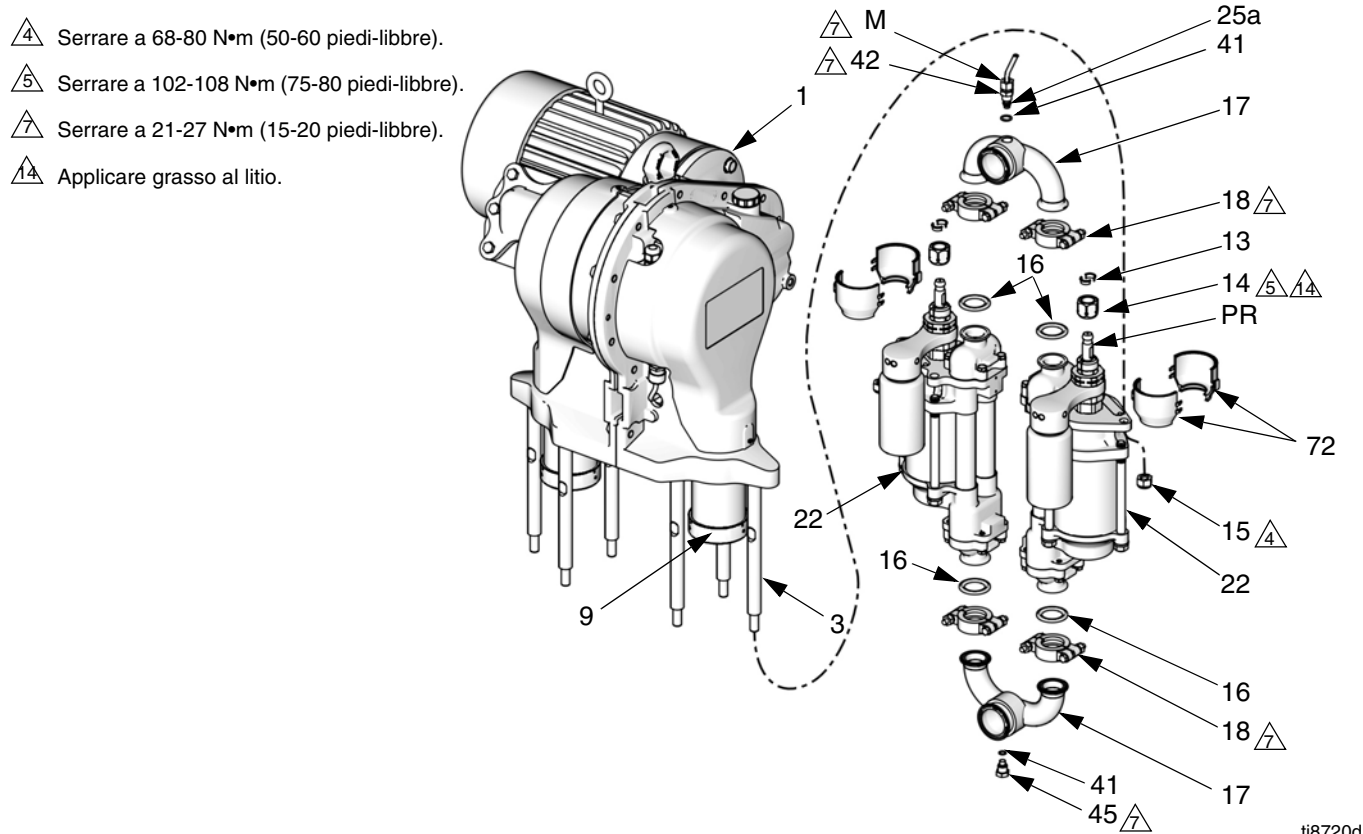

FIG. 5: Sezione del fluido
2. Far girare a impulsi il motore per regolare la pompa sul lato riparato al fondo della sua corsa. Questo permette l'accesso al dado di accoppiamento (14).
4. Rimuovere la protezione a 2 pezzi (72, vedere FIG. 5) inserendo un cacciavite direttamente nel foro e utilizzandolo come leva per rilasciare l'aletta. Ripetere per tutte le alette. **Non** utilizzare il cacciavite per fare leva sulle protezioni per aprirle.
10. Vedere FIG. 5. *In pompe con un circuito del sensore*: nel collettore di uscita (17) della pompa, allentare il dado (M) del canale sensore (44) e svitare l'adattatore (42) dal collettore. Rimuovere il trasduttore (25a) dalla porta del collettore. Rimuove l'o-ring esistente (41) e smaltirlo.
11. Allentare i morsetti (18) nei collettori di ingresso e di uscita (17). Rimuovere i collettori e le guarnizioni (16).
12. Rimuovere il dado di accoppiamento (14) e i collari (13) dalle bielle (PR).
13. Svitare i dadi di blocco (15). Rimuovere il pompante (22). Consultare il manuale del pompante specifico per le istruzioni di riparazione.
1. Vedere FIG. 5. Installare il dado di accoppiamento (14) sulla biella del pompante (PR).
2. Orientare il pompante (22) verso il riduttore a ingranaggi (GR) come illustrato. Posizionare la pompa sui tiranti (3). Avvitare a mano i controdati (15) sui tiranti.
3. Assemblare i collettori di ingresso e di uscita (17) sulla pompa, usando le nuove guarnizioni (16). Serrare i morsetti (18) a 21-27 N•m (15-20 piedi-libbre).
4. Serrare i controdati (15) a 68-80 N•m (50-60 piedi-libbre).
5. Al collettore di uscita (17):
- a. *In pompe con un circuito del sensore:* installare un nuovo o-ring nero (41) sul trasduttore (25a). Inserire il trasduttore sul collettore di uscita (17). Serrare l'adattatore (42) per primo, quindi il dado (M) a 21-27 N•m (15-20 piedi-libbre).
- b. *In pompe senza circuito del sensore:* installare un o-ring nero (41) sul tappo (45). Avvitare il tappo sul collettore di uscita (17) e serrare a 21-27 N•m (15-20 piedi-libbre).
6. Installare un o-ring nero (41) sul tappo (45). Avvitare il tappo sul collettore di ingresso (17) e serrare a 21-27 N•m (15-20 piedi-libbre).
7. Accertarsi che i collari (13) siano in posizione sul dado di accoppiamento (14).
8. Inserire la chiave da 3/4" sulle facce di presa del pistone a cursore (9) per mantenerlo fisso quando si sta serrando il dado di accoppiamento (14). Orientare la chiave affinché sia serrata contro uno dei tiranti (3) o contro il supporto della pompa. Stringere il dado di accoppiamento (14) sul pistone a cursore (9) e serrare a 102-108 N•m (75-80 piedi-libbre).
9. Installare le protezioni (72) inserendo i bordi inferiori con il solco nel cappuccio della coppa di umidificazione. Agganciare insieme le due protezioni.